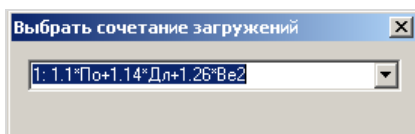

Рис.4.4.6. Окно диалога Выбрать сочетание загрузений
- В открывшемся окне диалога **Выбор комбинации** (рис.4.4.6) оставьте строку по умолчанию.